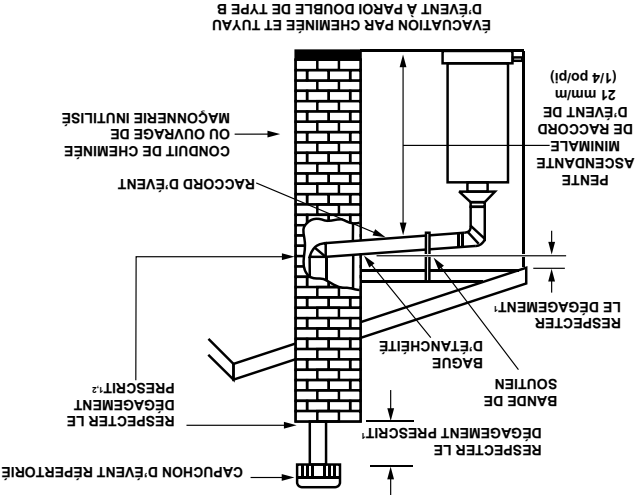

FIGURE 12.
**IMPORTANT :** L'extrémité supérieure du conduit d'évacuation doit être verticale de façon à faciliter le rejet des gaz brûlés. Un conduit de cheminée ou un ouvrage de maçonnerie inutilisé peut servir de passage d'évacuation d'un système d'évent (Figure 12).